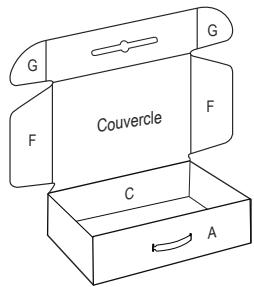
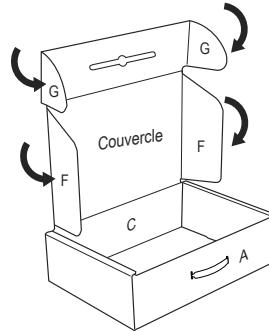

Figure 5
Figure 6
4. Pliez les rabats F vers l'intérieur (Voir Figure 5) de manière à ce qu'ils s'insèrent dans la boîte pendant sa fermeture. (Voir Figure 6)
5. Pliez les languettes de fermeture G vers l'intérieur (Voir Figure 5) et insérez-les dans les fentes à l'avant de la boîte pour sécuriser la fermeture. Faites sortir la poignée vers l'ouverture. (Voir Figure 7)